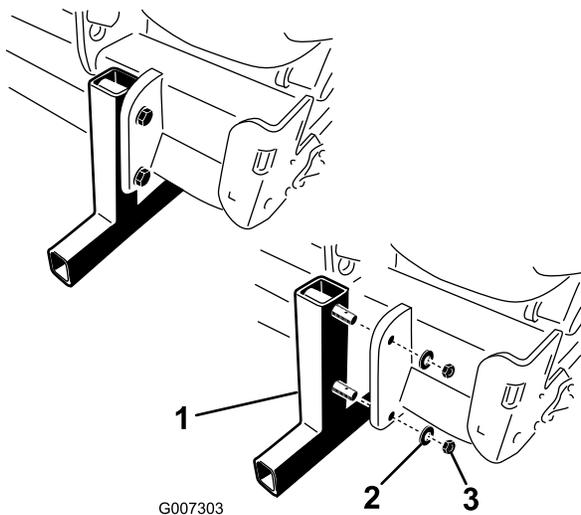

Рисунок 19
2. Снимите гайки и стопорные шайбы, которые крепят подставки для хранения к аэратору (Рисунок 19).
4. Вставьте шплинты (из комплекта отдельных деталей) в штифты подставок для размещения на хранение (Рисунок 19).